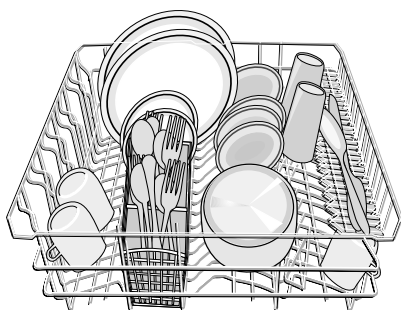

Figure 33/Ilus. 33
1. Load the upper rack. Figure 33 shows a typical mixed load placed correctly in the upper rack.
1. Charger le panier supérieur. La figure 33 montre une combinaison typique correctement placée dans le panier supérieur.
1. Cargue el estante superior. La Ilustración 33 muestra una carga típicamente variada acomodada correctamente en el estante superior.